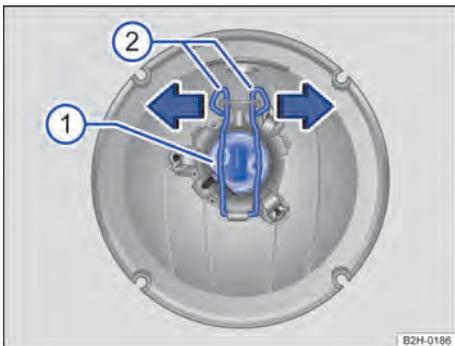

Fig. 158 Iluminação adicional no teto do veículo: trocar a lâmpada incandescente.
6. Pressionar as travas para baixo e desprender no sentido da seta → Fig. 158 ②.
7. Retirar o suporte da lâmpada da carcaça do refletor → Fig. 158 ①.
10. Pressionar as travas para baixo e encaixar no sentido contrário da seta → Fig. 158 ②.